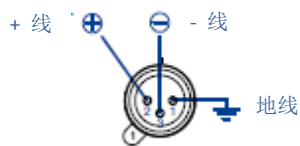

图17: 模拟输入接头引出线
**X8.**八个Neutrik XLR卡侬母座（每通道一个）可提供模拟输入。信号极性如图17所示。
**X4.**四个Neutrik XLR卡侬母座（每通道一个）可提供模拟输入。信号极性如图17所示。